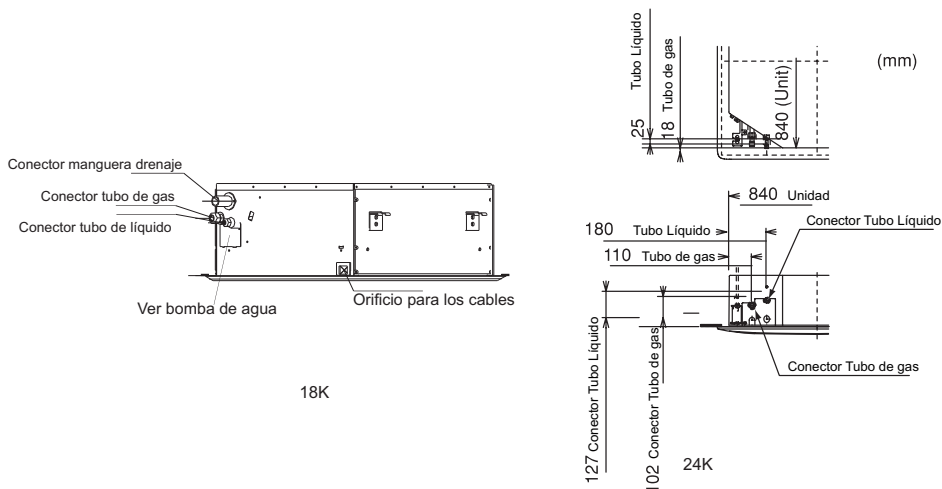

Fig. 5.1 Posición de Conexión de tubos
- (1) Posición de la conexión de la tubería se muestra en la Fig. 5.1 (unidad interior).